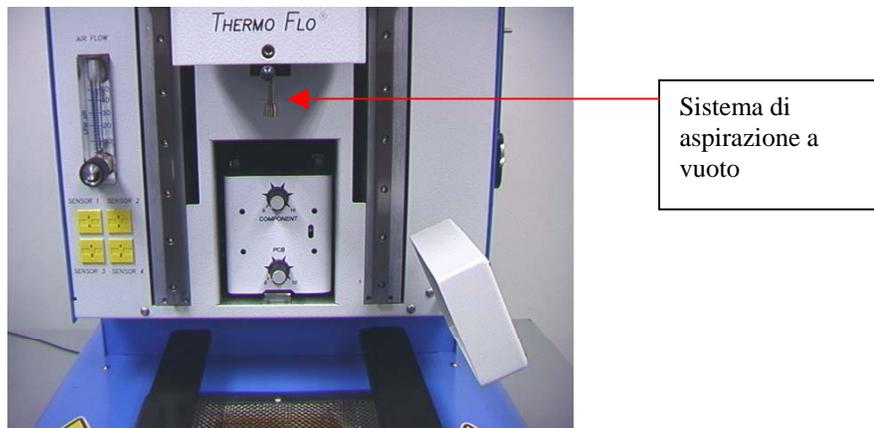

Figura 3b
- i. Inserire il sistema di aspirazione a vuoto delle dimensioni corrette. Il diametro deve essere più piccolo della cima del componente. L'aspirazione viene avvitato in posizione. (Figura 3b) **Attenzione: l'uso di utensili per serrare il sistema di aspirazione a vuoto può danneggiare il sistema. Serrare il sistema di aspirazione a vuoto esclusivamente a mano.**
- d. Inserimento/sostituzione dell'ugello. (Figura 3b)